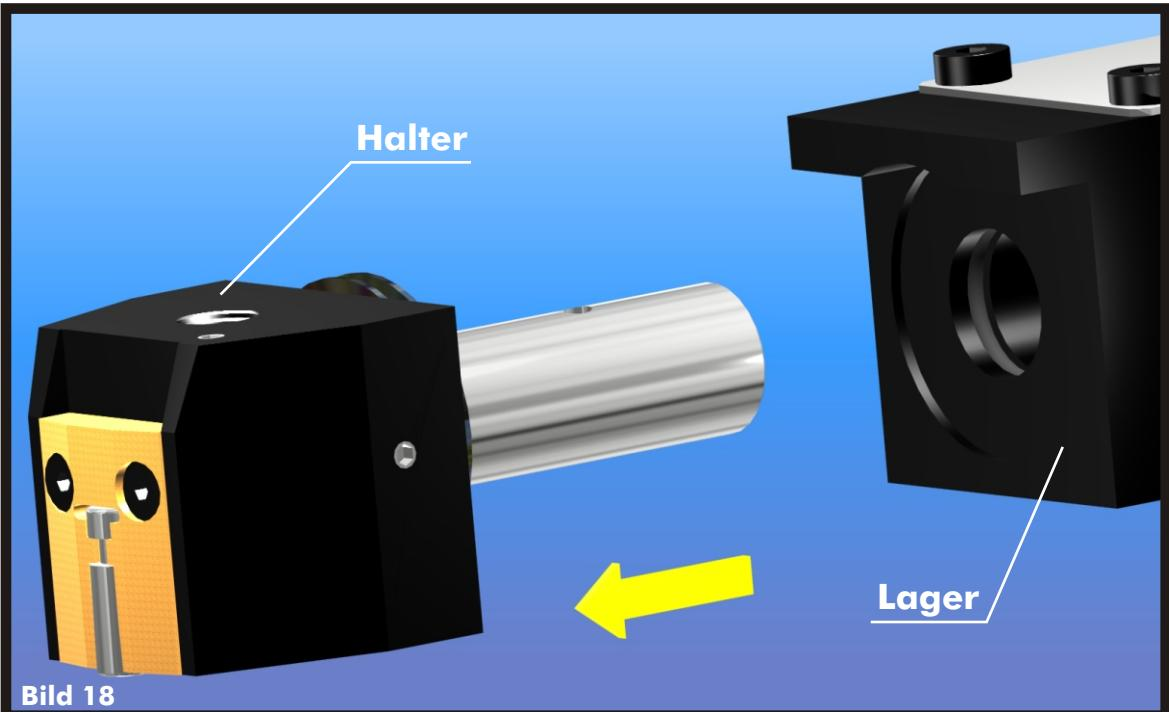

Bild 18
- > Entnehmen Sie den kompletten Halter nach vorne aus dem Lager (Bild18).